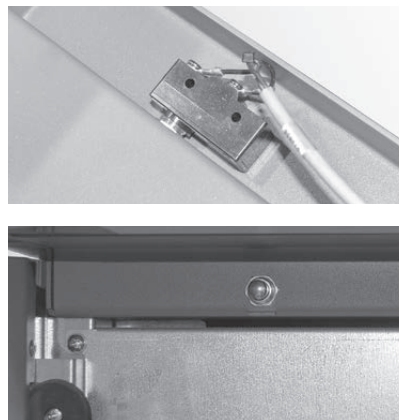

Fig. 41 Türkontaktschalter montieren (nur bei PuroWIN PW 72–103)
- ▶ **Nur bei PuroWIN PW 72–103:** Türsicherheitsschalter mit 2 Muttern am Verbinder montieren, dieser muss dann nach der Montage der Verkleidungstür eingestellt werden – Fig. 41.